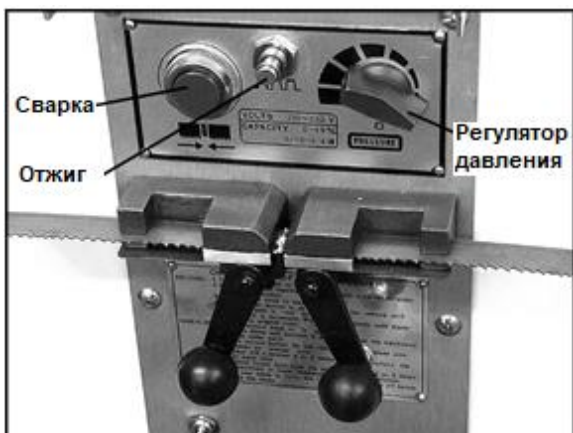

Рис. 15.
3. Установите ручку регулировки давления (Рис. 15) на "0" (вниз). ПРИМЕЧАНИЕ: при повороте ручки вы ощутите сопротивление.
7. Нажмите и удерживайте кнопку включения сварочного устройства (Рис. 15). Когда кнопка нажата, левый зажим смещается к правому и сдавливает концы полотна между собой. Одновременно с этим, через зажимы пропускается ток и происходит сварка полотна с образованием искр. Не отпускайте кнопку до тех пор, пока сварной шов не раскалится докрасна.
3. Быстро нажмите и отпустите кнопку включения отжига (Рис. 15). Повторяйте это действие, пока сварной шов не накалится до слегка красноватого цвета.